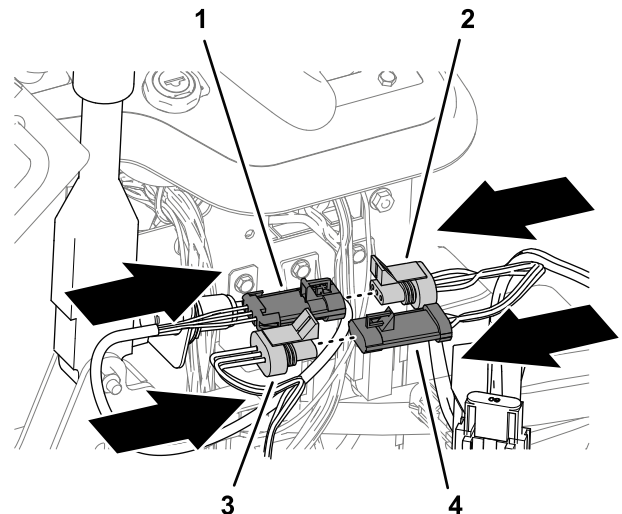

Figura 15
2. Collegate il connettore a 3 prese dell'interruttore del freno di stazionamento al connettore a 3 pin del cablaggio di alimentazione (Figura 15).
3. Collegate il connettore a 3 pin del cablaggio preassemblato della macchina al connettore a 3 prese del cablaggio di alimentazione (Figura 15).